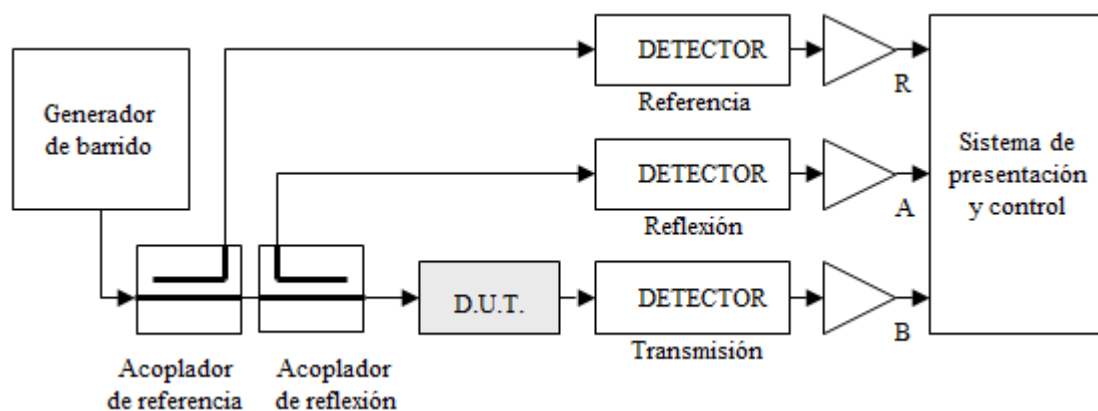

Figura 2.4 - Diagrama de bloques de un analizador escalar.
En muchas aplicaciones la medida de la fase de los parámetros S es de segunda importancia o simplemente las fases no se especifican en las condiciones de diseño del dispositivo a medir. En esas condiciones se puede utilizar un analizador escalar que permite obtener un valor del módulo de la transmisión y reflexión en función de la frecuencia. Un ejemplo claro de este tipo de circuitos es el amplificador de microondas, del que en muchos casos sólo se precisa conocer la ganancia y el nivel de reflexión en sus puertas. El esquema del analizador escalar se basa fundamentalmente en un reflectómetro y sendos detectores de potencia en las puertas de medida. Normalmente se añade un detector para la medida de la señal de generador. Esta señal, denominada de referencia (R), permite compensar posibles variaciones de la potencia del generador al variar la frecuencia. En la Figura 2.4 se muestra el diagrama de bloques del analizador.